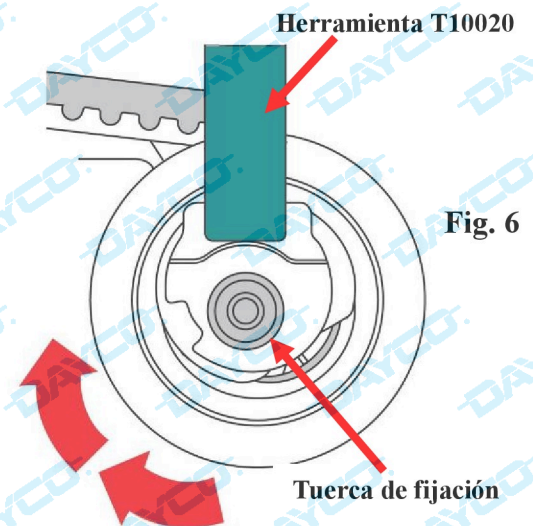

**Fig. 4**
- Alinear la flecha de la placa con la referencia circular (Fig. 4).